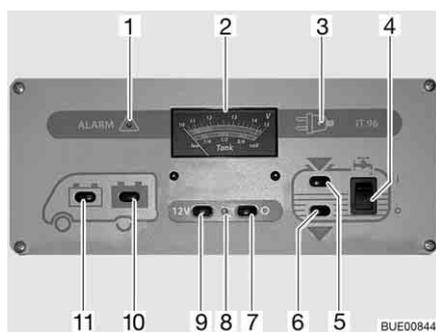

Fig. 129 Pannello di controllo IT 96-2
L'interruttore principale a 12 V (Fig. 129,7 e 9) inserisce o disinserisce il pannello di controllo e l'alimentazione a 12 V dell'abitacolo.
- Premere l'interruttore (Fig. 129,9) "12 V": L'alimentazione a 12 V dell'abitacolo è inserita. La spia di controllo (Fig. 129,8) diventa verde.
- Premere l'interruttore (Fig. 129,7) "O": L'alimentazione a 12 V dell'abitacolo è disinserita. La spia di controllo (Fig. 129,8) si spegne.
Per l'indicatore volt/serbatoio (Fig. 129,2) leggere la scala superiore. L'indicatore si illumina automaticamente appena viene premuto un interruttore.
- Premere l'interruttore (Fig. 129,11) : Viene indicata la tensione della batteria di avviamento.
- Premere l'interruttore (Fig. 129,10) : Viene indicata la tensione della batteria dell'abitacolo.
Per l'indicatore volt/serbatoio (Fig. 129,2) leggere la scala inferiore. L'indicatore si illumina automaticamente appena viene premuto un interruttore.
- Premere l'interruttore (Fig. 129,5) "": Viene indicato il livello del serbatoio dell'acqua.
- Premere l'interruttore (Fig. 129,6) "": Viene indicato il livello del serbatoio delle acque grigie.
Accensione: ■ Premere in alto l'interruttore a bilico (Fig. 129,4) "I": L'alimentazione idrica è accesa.
Spegnimento: ■ Premere l'interruttore a bilico in basso (Fig. 129,4) "O": L'alimentazione idrica è spenta.
La spia luminosa rossa "ALARM" (Fig. 129,1) inizia a lampeggiare non appena la tensione della batteria dell'abitacolo scende al di sotto di 11 V (misurazione durante il normale esercizio) con conseguente rischio che la batteria si scarichi troppo.
La spia di controllo a 12 V (Fig. 129,8) si accende non appena l'interruttore principale a 12 V (Fig. 129,9) viene inserito.
La spia gialla di controllo a 230 V (Fig. 129,3) si accende quando all'ingresso della centralina elettrica è presente una tensione di rete.